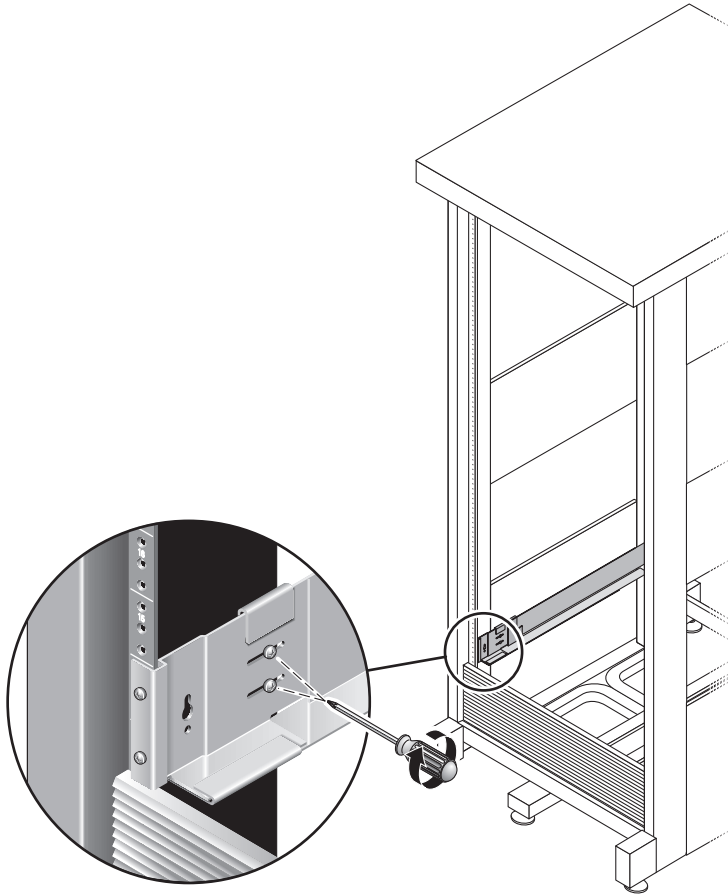

FIGURA 2-12 Tornillos de ajuste apretados
8. Utilice el destornillador Phillips del 2 para apretar los cuatro tornillos de ajuste (dos a cada lado) que hay en la parte posterior de cada guía (FIGURA 2-12).